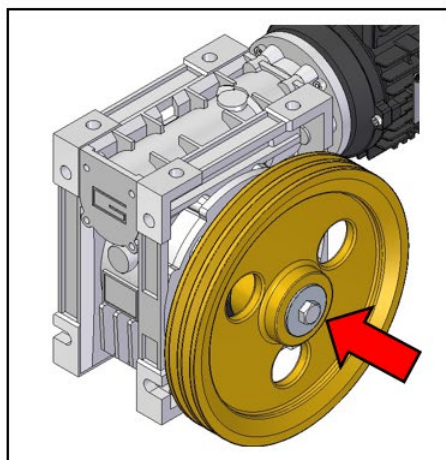
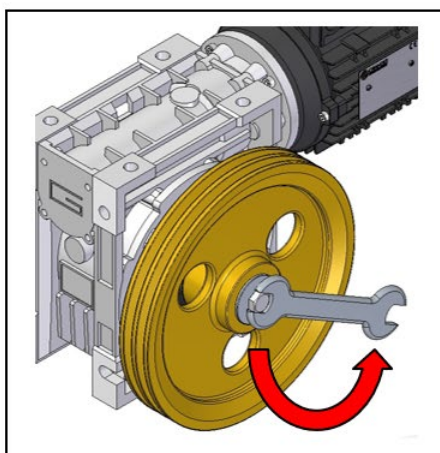

Fig.1
Fig.2
- svitare la vite che fissa l'albero al mozzo (fig.1 e fig.2)